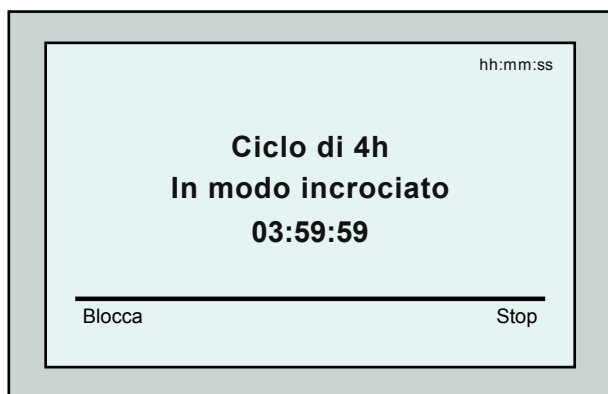
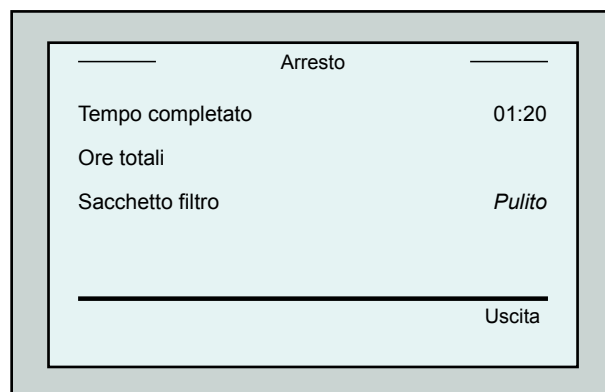

Figura 4: Schermata di conto *alla rovescia* per la sessione di 4 ore
Figura 5: Schermata d'arresto manuale
6. Premere il pulsante **Avvio**. Inizia la sessione di pulizia. Sono impiegate le impostazioni predefinite di fabbrica. Per modificare tali parametri consultare **Configurazione di ulteriori profili di piscina** a pagina 41. Il robot inizia il suo ciclo di pulizia e MMI visualizza la schermata *Conto alla rovescia* (Figura 4):
Per evitare cambiamenti non autorizzati delle impostazioni MMI si può bloccare la tastiera MMI: Dalla schermata *Conto alla rovescia*, premere **Blocca** (Figura 4). Per sbloccare la tastiera, premere **POOL** e poi **HOME** in questo ordine.
1. Dalla schermata di *conto alla rovescia* (Figura 4), premere il pulsante **Arresto**. Sullo schermo di MMI appare il messaggio: "Arresto robot – prego attendere". Dopo 5 secondi appare la schermata *Arresto manuale* (Figura 5).